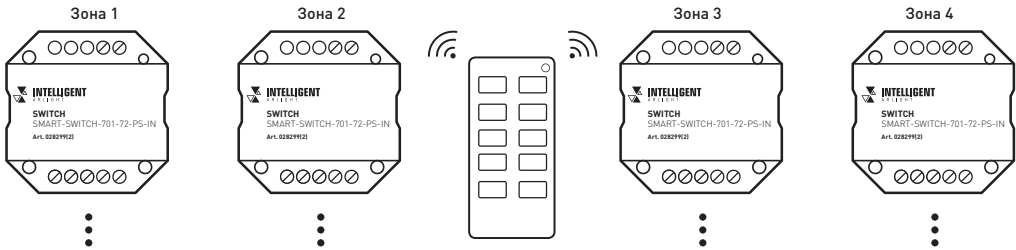

Рис. 4. Вариант построения системы с 4-зонным пультом дистанционного управления
3.10. При использовании многозонных пультов ДУ или панелей можно построить разветвленную систему управления (рис. 4).